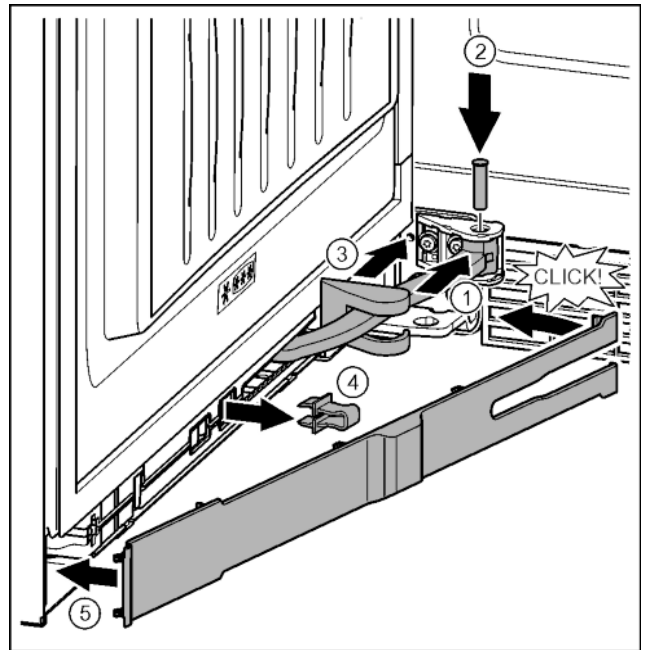

Fig. 39
- Поверніть шарнір у навішуванні. Fig. 39 (1)
- За допомогою викрутки T15 встановіть гвинт в навішування та шарнір. При цьому виступ фіксатора повинен займати правильне положення в пазу. Fig. 39 (2)
- Просуньте кришку опорного кронштейна вздовж шарніра та встановіть її над навішуванням. Fig. 39 (3)
- Зніміть запобіжник. Fig. 39 (4)
- Встановіть накладку з боку ручки та поверніть. Fig. 39 (5)